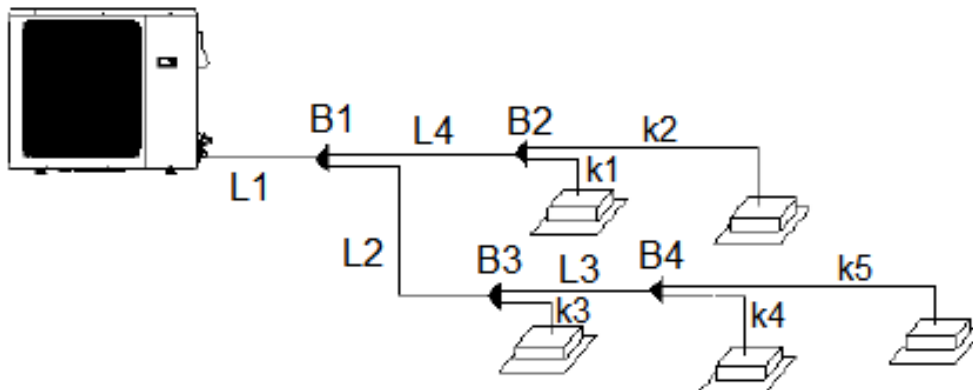

Рис.1.8
- Диаметры труб на участках L2, L3, L4 и модели рефнетов B1, B2, B3, B4 (см. рис.1.8) определяются суммарной номинальной мощностью внутренних блоков (Q) расположенных по длине трассы *после* данных элементов по таблице 1.7
- Диаметры труб на участках k1, k2, k3, k4, k5 (см. рис.1.8) определяются мощностью и типом внутренних блоков по таблице 1.10